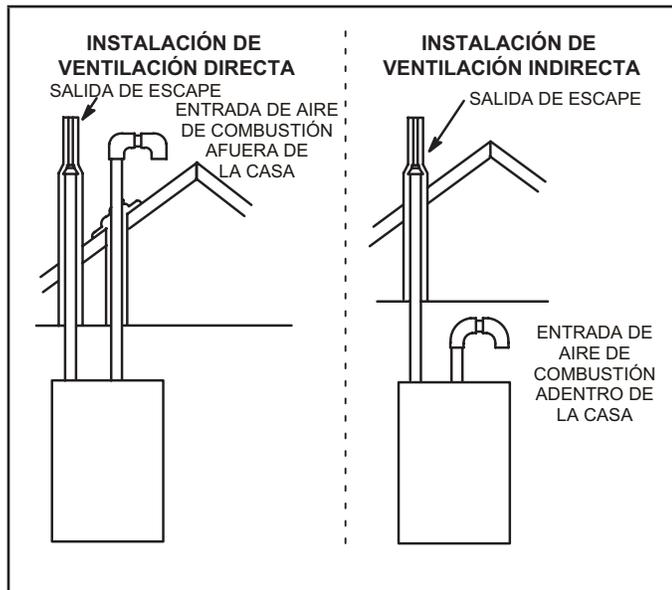
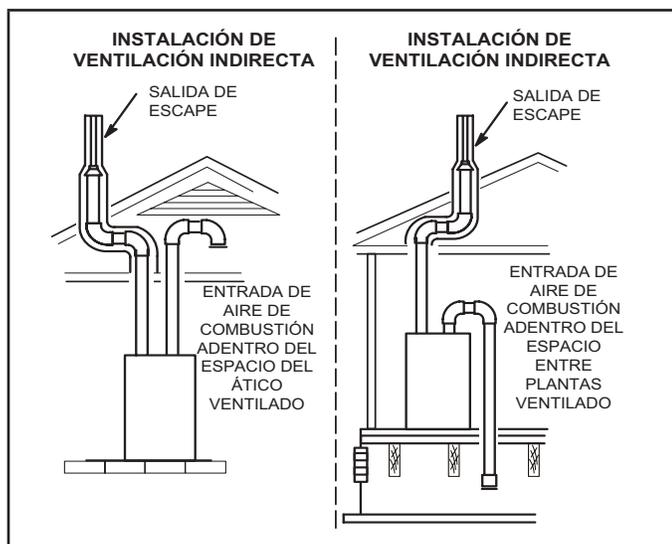

FIGURA 1
FIGURA 2
**NOTA - En las instalaciones de ventilación directa, el aire de combustión se toma de afuera y los gases de combustión se descargan afuera. En las instalaciones de ventilación indirecta, el aire de combustión se toma de adentro o del ático o espacio entre plantas ventilado y los gases de combustión se descargan afuera. Ver la "FIGURA 1" y la "FIGURA 2" para aplicaciones que involucren terminación de techo.**